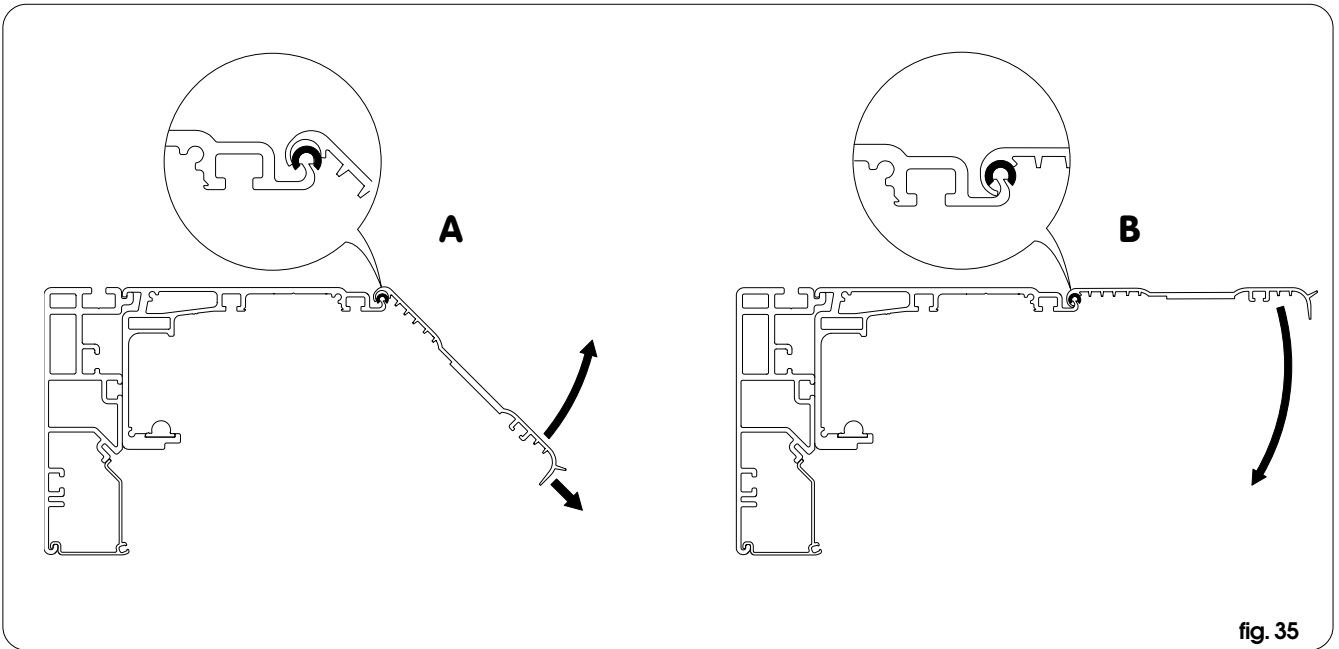

fig. 35
- Leg de kap op de afstandstukken en draai hem naar boven, door eraan te trekken zoals op fig.35 ref.A, totdat hij correct vasthaakt (fig.35 ref.B), en sluit hem vervolgens.